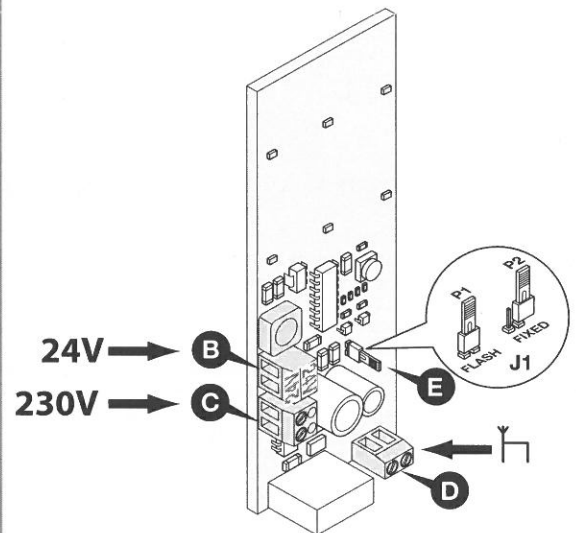

Fig. 3
- Carry out the electrical connection to the circuit fig. 3:
- Effectuer les branchements électriques au circuit fig. 3:
- Llevar a cabo las conexiones eléctricas en el circuito fig. 3:
- Führen Sie die elektrischen Anschlüsse an den Schaltkreis **Abb. 3** aus: